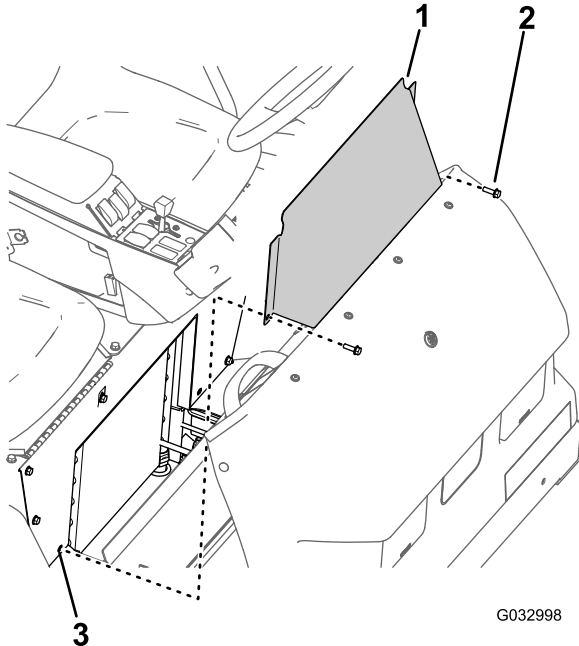

Figure 66
1. Retirez les 2 boulons à embase qui fixent le panneau d'accès à la base du siège (Figure 66).
2. Déposez le panneau d'accès à la base du siège de la machine (Figure 66).
1. Alignez les trous du panneau d'accès et les trous dans la base du siège (Figure 66).
2. Fixez le panneau d'accès à la base du siège au moyen des 2 boulons à embase (Figure 66) retirés à l'opération 1 de la section Dépose du panneau d'accès à la base du siège (page 57).